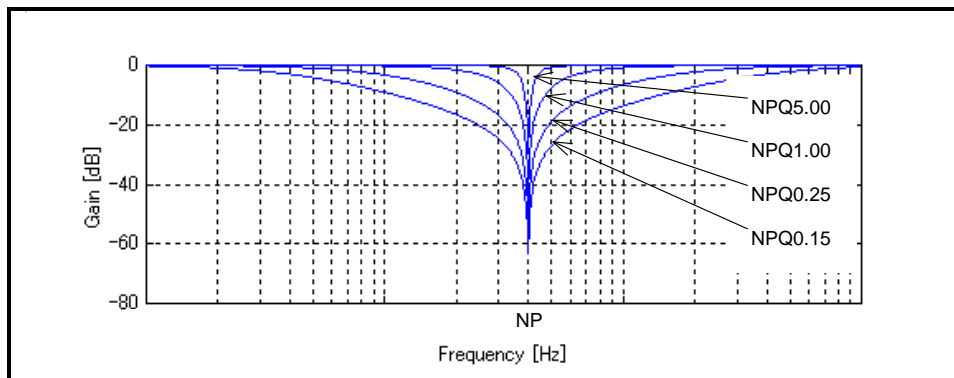

図 8-4 : ノッチフィルタの特性
- 「図 8-4 : ノッチフィルタの特性」にノッチフィルタのパラメータ NPQ・NSQ : ノッチフィルタ Q パラメータ によるノッチフィルタの特性変化を示します。